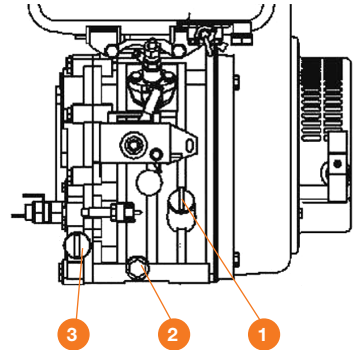

Рис. 17
- Перед заменой масла (Рис. 17) запустите двигатель генератора и дайте ему поработать без нагрузки 2-3 минуты, теплое масло сливается быстрее и полностью.
- Производите очистку масляного фильтра каждый раз при замене моторного масла (Рис. 17).